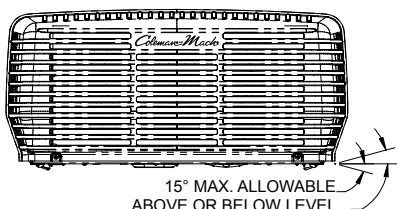

FIGURE 3
3. Le pompe à chaleur de toit doit être installé le plus à niveau gauche-droit et avant-arrière que possible avec le véhicule est stationné sur une surface plate. La Figure 3 illustre les degrés de déviation maximum permis (degrés de montage relativement à la surface plane totale).
Reportez-vous aux exigences OEM Conduits pour le dimensionnement du conduit approprié. Le document d'exigence de canalisation OEM est disponible à www.AIRXCEL.com. L'unité sur le toit doit être montée aussi près de niveau d'avant en arrière et de côté à l'autre que possible. Voir Figure 3 pour les écarts de degré maximales admissibles.